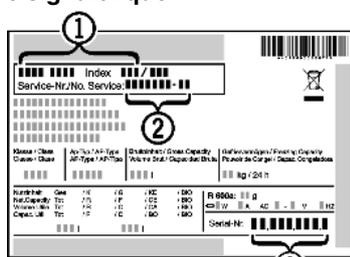

Fig. 37
- ▶ Consulter la désignation de l'appareil Fig. 37 (1), le N° de service Fig. 37 (2) et le N° de série Fig. 37 (3) sur la plaque signalétique. La plaque signalétique se trouve à l'intérieur de l'appareil, sur le côté gauche.